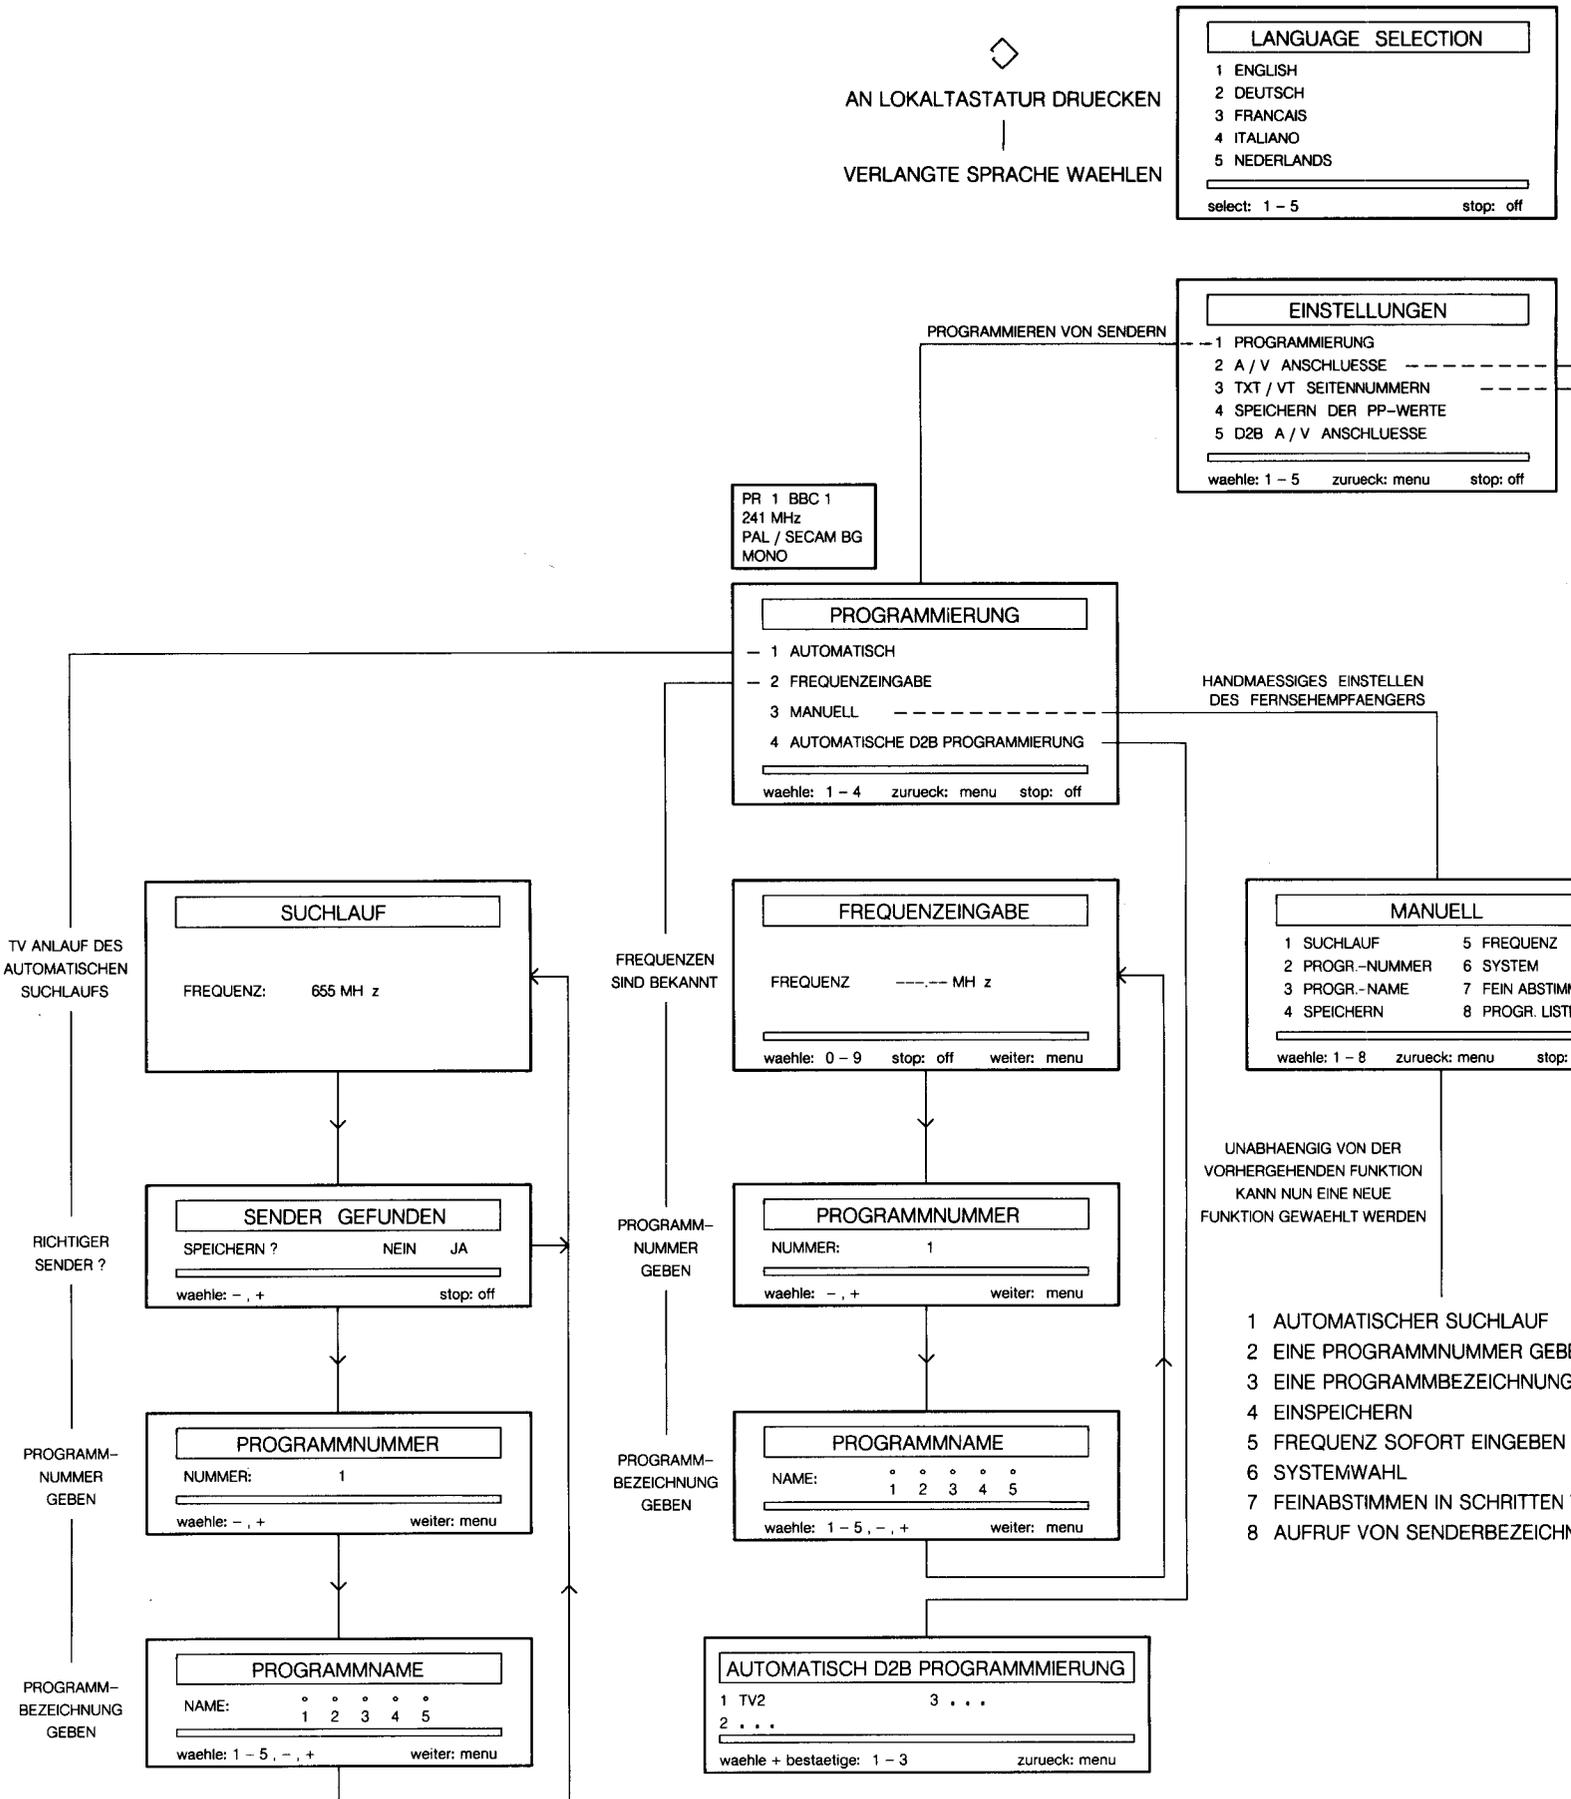

Fig. 2.2
2.1 Die Einstellung des Geräts (siehe Abb. 2.2)